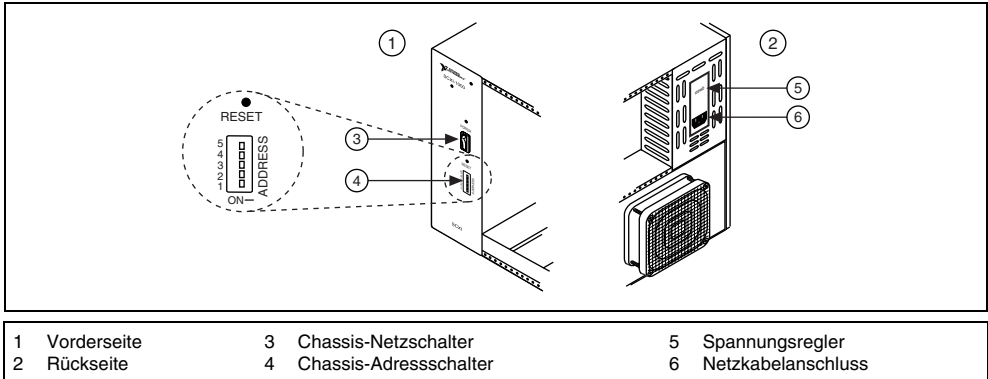

Abbildung 2. Aufbau eines SCXI-Chassis
- Setzen Sie die Chassis-Adressschalter – sofern vorhanden – auf OFF. In Abbildung 2 befinden sich alle Schalter in OFF-Stellung.